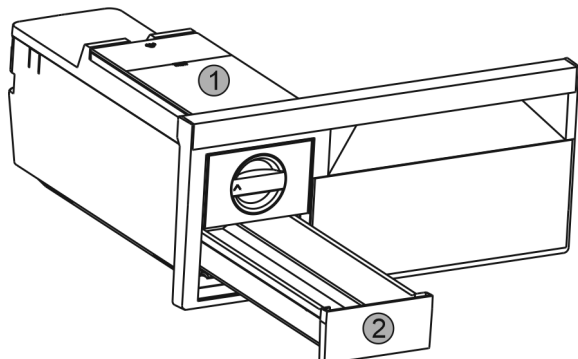

Fig. 79
- Ta ut vanntanken Fig. 79 (1) og isbitskuffen Fig. 79 (2).